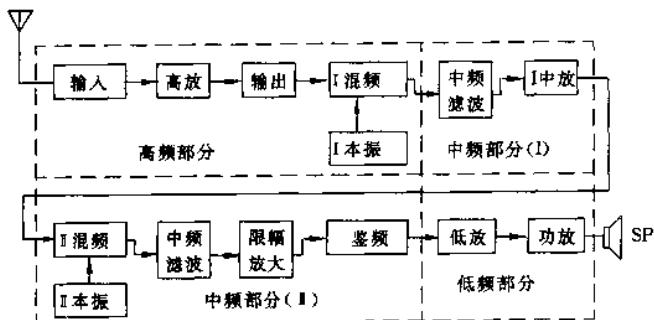

图 2-43
(1)无绳电话机的接收回路构成如图 2-43 所示,各部分的作用如下所述。
①高频放大电路的作用是:将天线上接收到的由调谐输入电路选择过的、微弱的无线电波信号进行放大,然后再送至后面的调谐输出回路进行选择,以提高整个接收回路的选择性和灵敏度。
②本振电路的作用是:产生一个本机振荡信号。它采用石英晶体振荡电路或频率合成器,本振频率比接收的频率高(或低)一个标准中频,如 10.7MHz 或 455kHz。